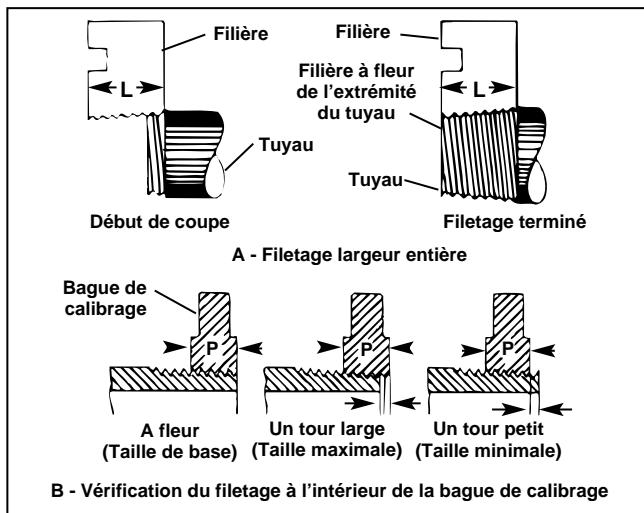

Figure 25 – Vérification de la longueur de filetage
#### Vérification de la longueur de filetage (Figure 25)
1. La bonne longueur de filetage sera atteinte lorsque l'extrémité du tuyau arrive à fleur du bord des filières (Figure 25, A).
2. La tête de filière peut être réglée de manière à obtenir le diamètre de filetage voulu. Dans la mesure du possible, le filetage devrait être vérifié à l'aide d'une bague de contrôle (Figure 25, B). Le filetage sera correct lorsque l'extrémité du tuyau se trouve à plus ou moins un tour de la surface de la bague.